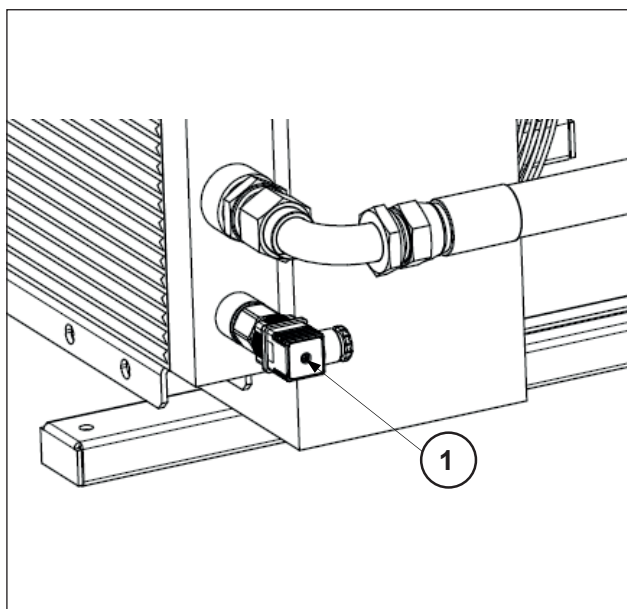

Fig. 18
O trocador é equipado com um termostato que é ativado a 50°C e controla a intervenção do ventilador (pos.1 Fig. 18.)